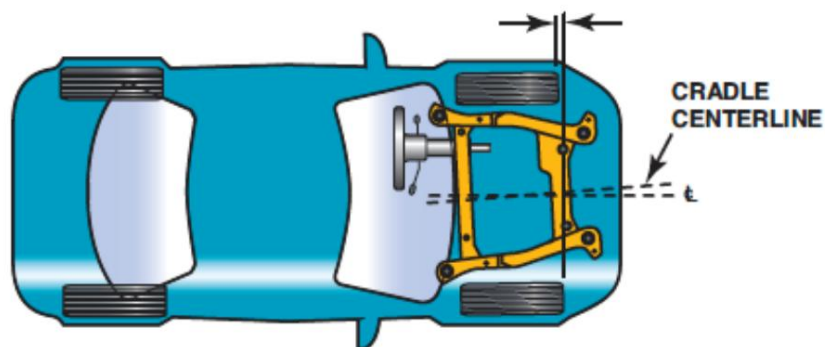

Figura 23. Posición incorrecta de la cuna.
- La colocación de la cuna no es correcta en un vehículo con tracción delantera. Esto puede deberse a una instalación incorrecta de la cuna después de un reemplazo o servicio de la transmisión, el embrague o el motor. Figura 23.